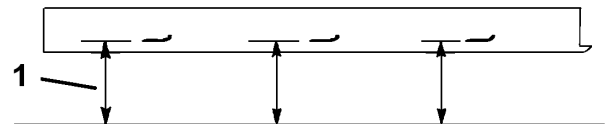

Figura 47
2. Mida desde una superficie nivelada hasta el filo de corte, posición A, de las cuchillas (Figura 47). Anote esta dimensión.